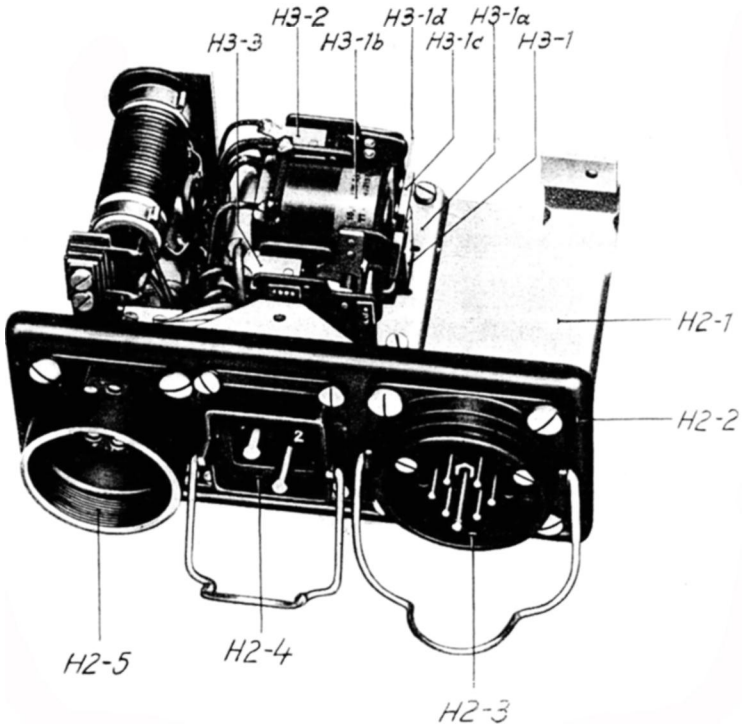

Abb. 102: EDSK-B, Grundplatte mit Steckeinrichtung und Durchladeschütz
B. Grundplatte mit Steckeinrichtungen (H 2) (Abb. 102)
C. Durchladeschütz (H 3) (Abb. 102)
Wird die Magnetspule (H3-1b) (Abb. 102) an Spannung gelegt, so wird der Klappanker (H 3-1c) gegen die Kraft der Federn der beiden